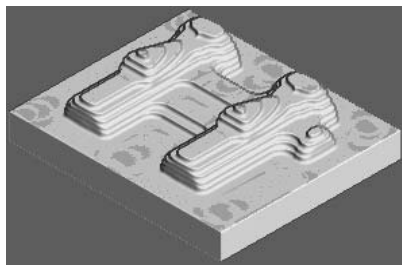

图 3-126 仿真加工结果 1
2) 在“仿真”工具栏的“当前刀具路径”下拉列表中选择要模拟的刀具路径 rough, 然后单击“执行”按钮, 系统开始自动仿真加工, 仿真加工结果如图 3-126 所示。